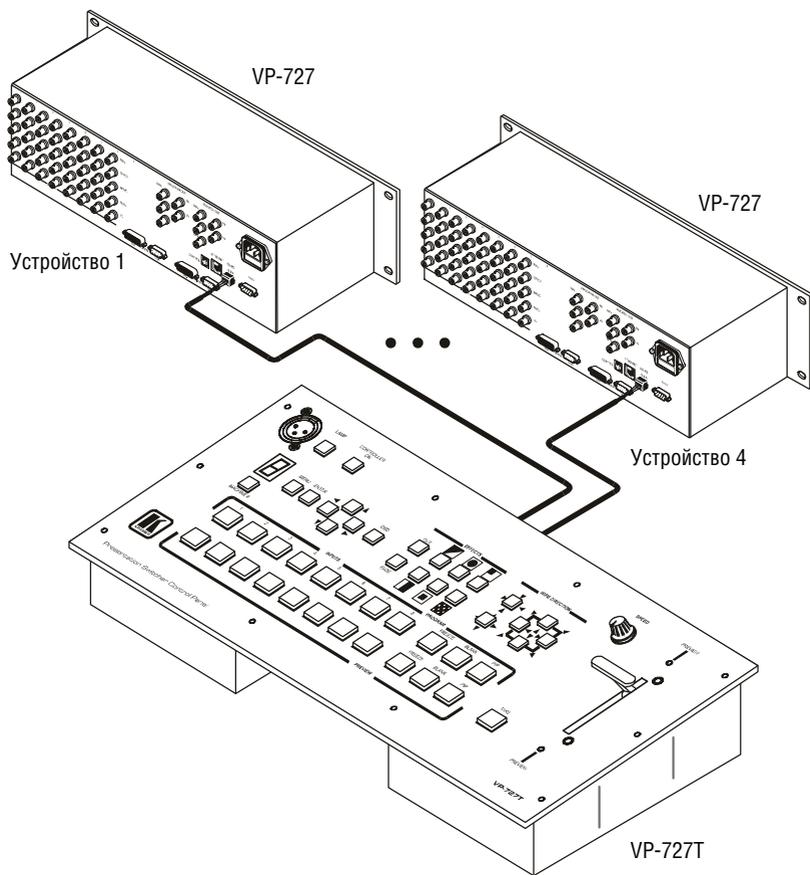

Рис. 7. Подключение VP-727T
Пример подключения **VP-727T** к приборам **VP-727** (до четырех одновременно) показан на рис. 7¹. Для подключения выполните следующее²:
2. Подключите выход источника питания к разъему питания *12V DC*, а источник питания — к электросети (не показано на рис. 7)